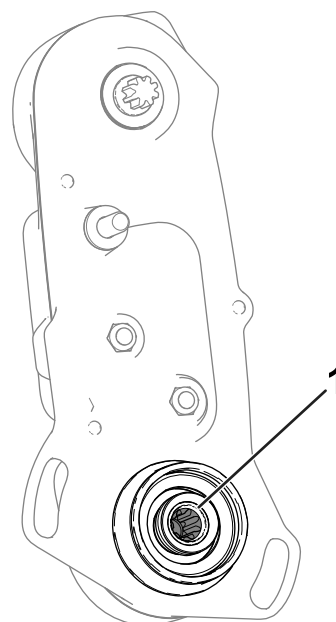

図 6
3. リール駆動シャフトの内側 図 6 にグリスが残っているかどうか調べる。